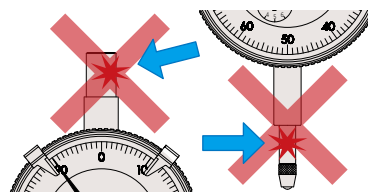

Fig. 4
1. No mueva el husillo rápidamente ni le aplique fuerza en la dirección transversal ya que la operación y exactitud pueden afectarse adversamente. (**Fig. 4**)